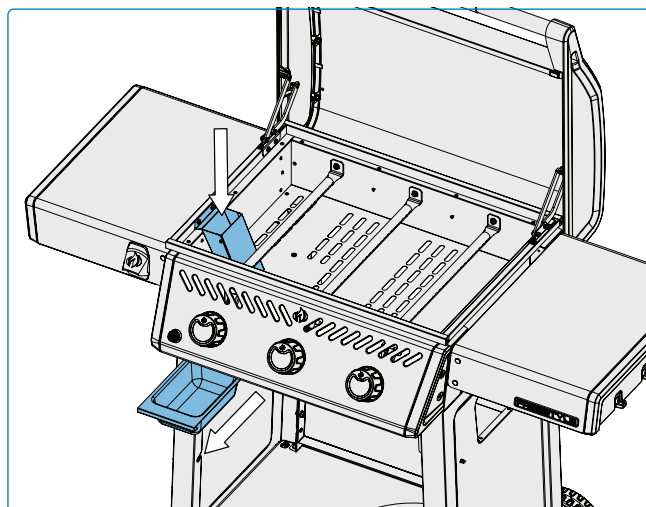

Рис. 11
1. Как только гридль полностью остынет, аккуратно извлеките жироборник, не наклоняя его. (рис. 11).